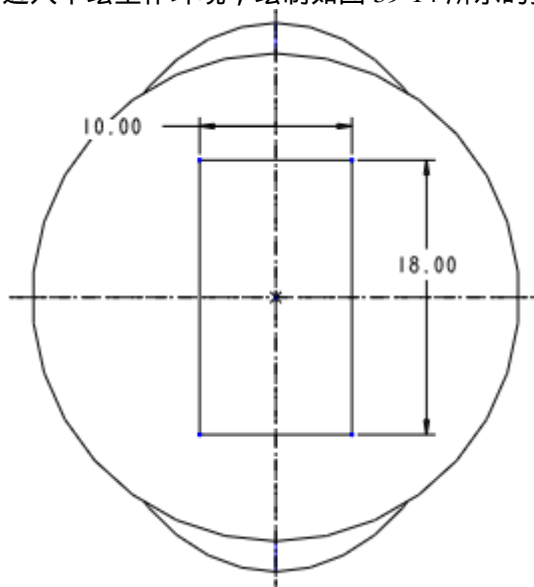

图 39-14
(3) 单击【草绘】，进入草绘工作环境，绘制如图 39-14 所示的拉伸截面。